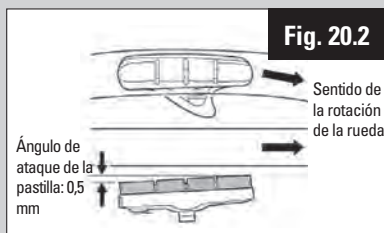

Fig. 20.2
2. Ajuste de la posición del ángulo de las pastillas (llave Allen de 4 mm, fig. 20.2)